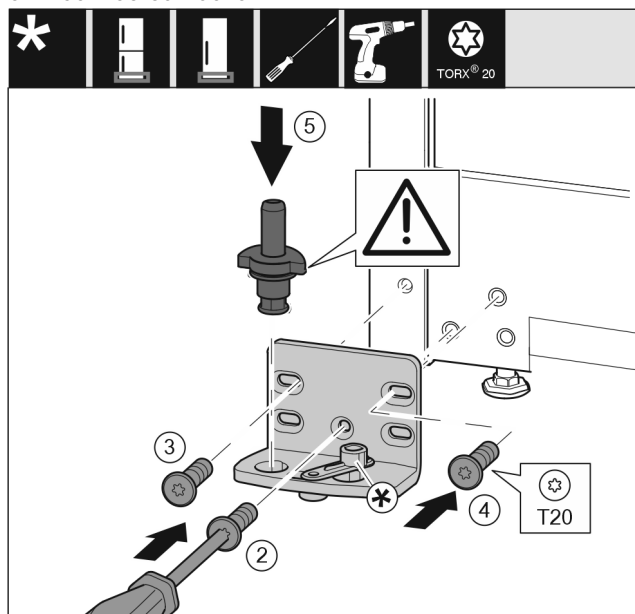

Fig. 15
- Lagerboks aan de andere zijde plaatsen en met behulp van een schroevendraaier er in schroeven. Met schroef Fig. 15 (2) onder in het midden beginnen.
- Schroef Fig. 15 (3) en schroef Fig. 15 (4) vastschroeven.
- Lagerbouten Fig. 15 (5) volledig insteken. Let hierbij op dat het vergrendelingslipje naar achteren wijst.